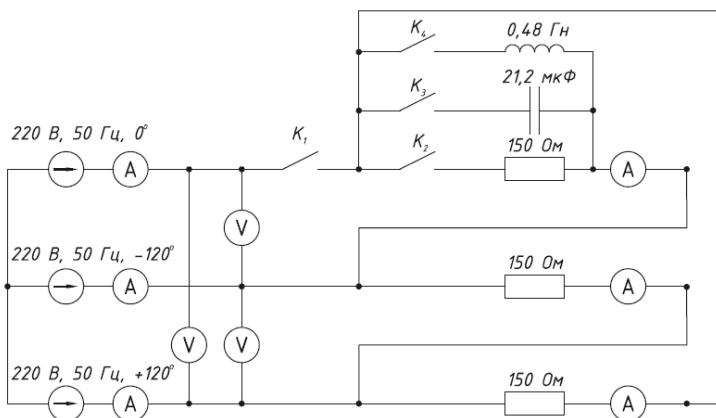

Рис. 3
1. Собрать схему, изображенную на рис.3